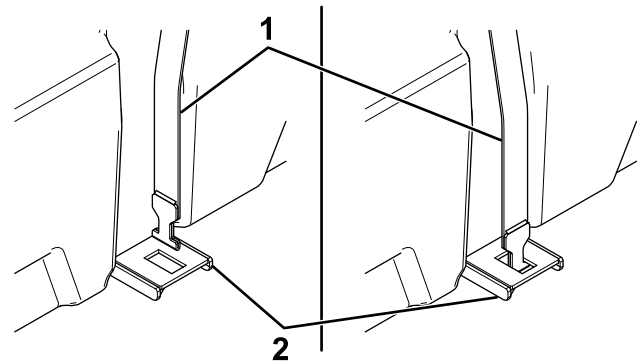

Figure 5
12. Insérez l'extrémité en T des sangles de la cuve dans l'arrière des longerons du cadre et tournez-les de 90° pour les bloquer en position (Figure 5).